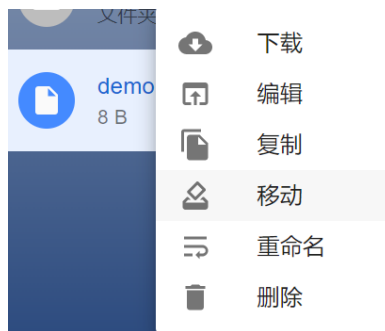

图 11-8：对文件的操作
- 选择文件后，右击鼠标，可以下载，编辑，复制，移动，重命名，删除文件，如图 11-8 所示。